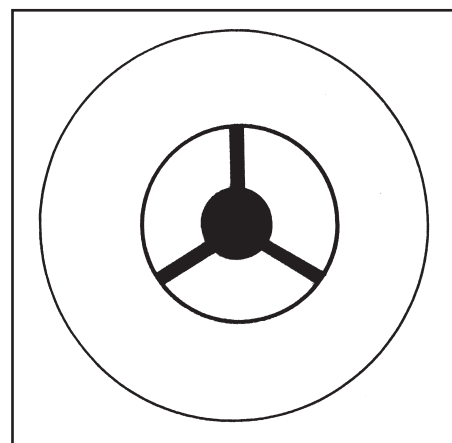

Fig. 5
- Portare la leva (13) in posizione "GUIDA AUTOMATICA" (Fig. 5).
- Premere "START" sul tastierino (A) e la macchina comincia ad avanzare.
- Place the lever (13) in "AUTOMATIC DRIVE" position (Fig. 5).
- Press "START" on the keypad (A) and the machine will begin to move forward.
- Mettre le levier (13) en position "GUIDA AUTOMATICA" ("CONDUITE AUTOMATIQUE") (Fig. 5).
- Appuyer sur "START" sur le clavier (A) et la machine commence à avancer.
- Lleve la palanca (13) en posición "GUÍA AUTOMÁTICA" (Fig. 5).
- Presione "START" en el teclado (A) y la máquina comienza a avanzar.